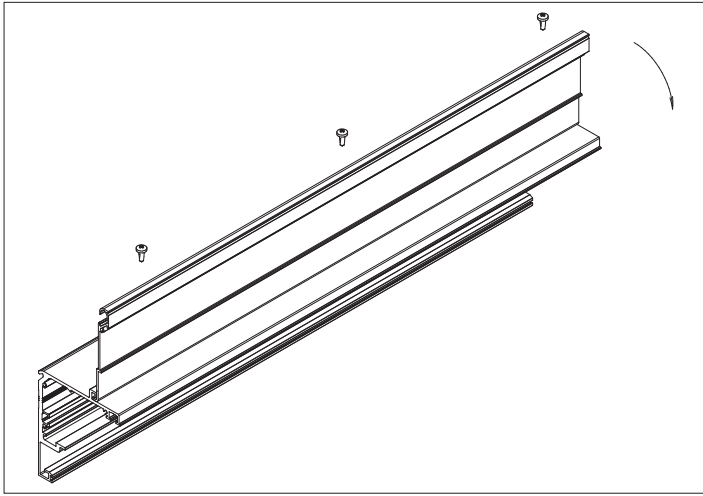

Рис. 1
1. Защелкните несущий профиль примыкания в основном несущем профиле, закрепите его шурупами $4,2 \times 13$ мм с шагом 500 мм (рис. 1, 2).